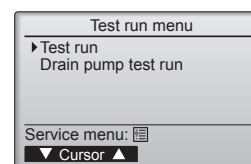

Fig. 7-2
- W menu ruchu próbnego wybrać pozycję "Test run" (Ruch próbny), a następnie nacisnąć przycisk [WYBIERZ]. (Fig. 7-2)